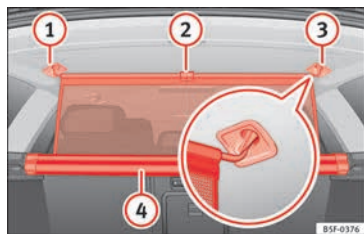

Fig. 166 En el maletero: enganchar la red de separación.
- Tire hacia arriba de la lengüeta » **fig. 166** ② para sacar la red de la carcasa ④.
- Enganche la red de separación en el lado derecho ③ (imagen ampliada).
- Enganche la red de separación en el alojamiento del lado izquierdo ① estirando la barra.